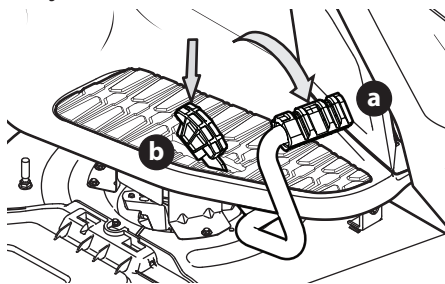

Figura 25
- Para conducir HACIA ADELANTE, presione lentamente el pedal de marcha adelante (a) hasta alcanzar la velocidad deseada (Figura 25).
- Para conducir MARCHA ATRÁS, verifique que el área de atrás esté despejada; luego presione lentamente hacia adelante el pedal de marcha atrás (b) hasta alcanzar la velocidad deseada (Figura 25).